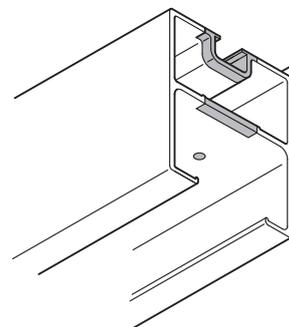
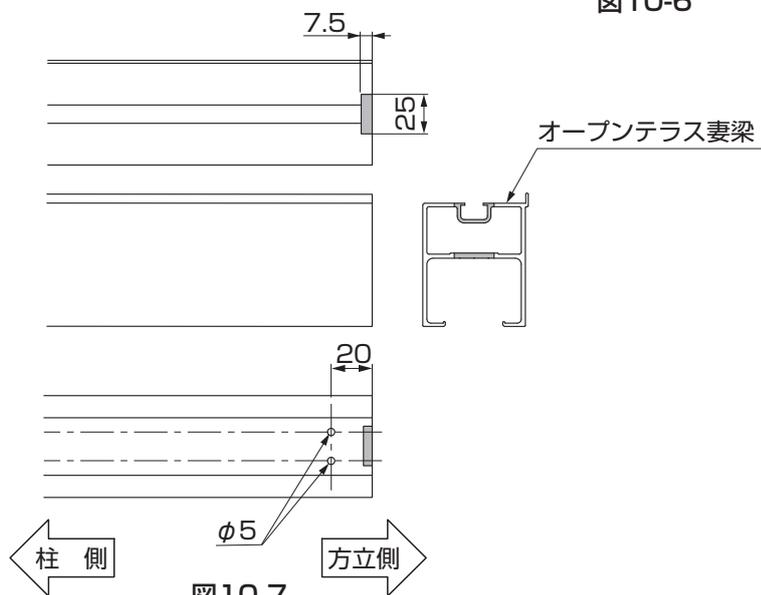

図10-6
図10-7
- ① オープンタイプ妻梁を方立移動距離に合わせて切断してください。
- ② 切断後、図10-6、図10-7のように加工をしてください。
- ③ 妻梁取付金具を妻梁レールに「 $\phi 4 \times 12$ トラスタッピンネジ3種」で取付けてください。